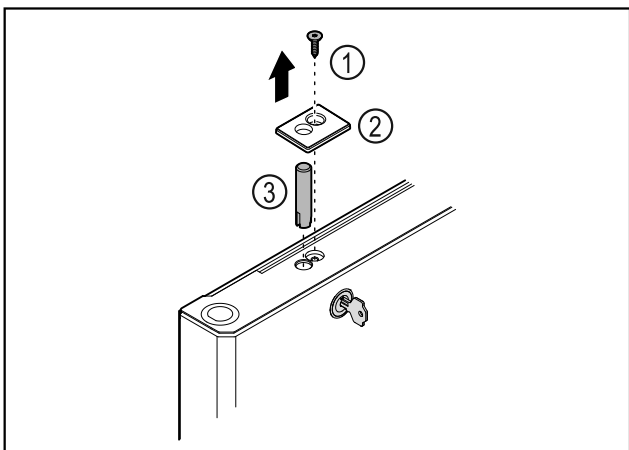

Fig. 41
- ▶ Зніміть гвинт Fig. 41 (1).
- ▶ За допомогою малої викрутки зніміть з фіксатора кришку Fig. 41 (2) і видаліть.
- ▶ Витягнути палець замка Fig. 41 (3).